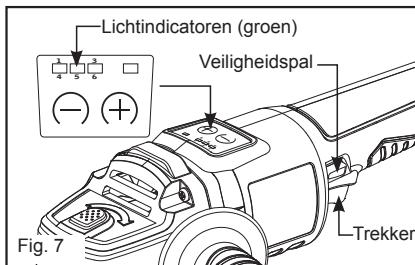

Fig. 7
- De slijper is voorzien van een batterij-indicator. (Fig. 7)